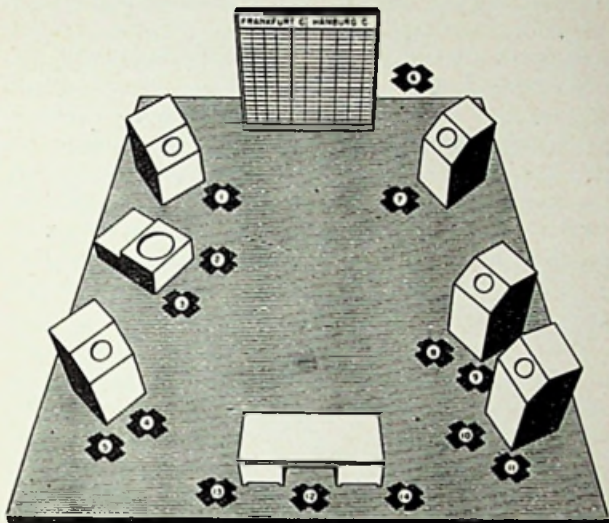

Fig. 2.
De ingangsspanningen E_1 en E_2 worden aangelegd op de « zendelectroden » 1 en 2, zoals aangeduid op fig. 2. Normaal vergt de met de lokale oscillator verbonden electrode (1) geen voorspanning vermits het niveau van de ingangsspanning derwijze kan geregeld worden, dat er automatische polarisatie optreedt.
langs waar de verbinding tussen opnemer en ontvanger wordt verwezenlijkt. Hij wordt met de kabel verbonden met een aansluitstekker welke op de achterzijde van de ontvanger gemonteerd wordt en verbonden is volgens fig. 2. Men verbindt het busje A via een condensator van 20.000 pF aan een uiteinde van de sterkteregelaar, terwijl het busje B met het andere uiteinde verbonden wordt. Om nu te beletten dat de weergave zou gestoord worden, door niet gewenste radio-seinen, stelt de fabrikant voor, tijdens de weergave het hoogfrequentiegedeelte van de ontvanger stil te leggen. Dit gebeurt door de hoogspanning of de schermroosterspanning van dit ontvangergedeelte om te leiden langs de opnemer.
Wij hebben verder vastgesteld dat, in het geval van de aansluiting aan een ontvanger, men een betere weergave bekomt, wanneer men daartoe de ontvanger in de pick-upstand brengt. Men merkt het vooral op bij een sterk uitgangsein van de opnemer. Inderdaad blijft in de voorgestelde aansluitwijze van fig. 2 (zonder pick-up) de diode aangesloten, dan wordt een deel van het opnemerssein gelijkgericht en dit gedeelte voegt zich bij het originele sein, wat logischerwijze vervorming als gevolg heeft. Merken wij op dat bij weergave in pick-upstand het overbodig wordt de hoogspanning af te snijden.
Hiertoe is dan zoals onder « Installatie » werd opgegeven de opnemer (fig. 1) via een kabel met vier geleiders verbonden aan een radio-ontvanger (fig. 2). De ontvanger is afgestemd op het gewenste programma en knop K2 is ingedrukt. Het signaal is dus aanwezig aan de klemmen van de sterkteregelaar in de ontvanger en gaat langs pin A van de aansluitstekker (fig. 2) naar het opnametoestel. Door R3 (kortgesloten), R2 en R1 naar het chassis en van hieruit langs pin B terug naar de ontvanger. Alleen het deel van het sein aanwezig over R11 (1/20) wordt verder geleid over contacten 15 en 16 van knop K2 naar het rooster van de eerste versterkerbuis 6AT6. Het verdere verloop, is gelijk aan dit van het eerste geval, waarnaar wij dan ook verwijzen.